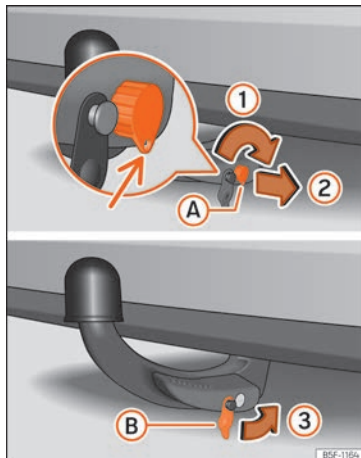

Fig. 175 Mise en place du crochet d'attelage.
- Tourner la clé d'un demi-tour vers la droite, jusqu'à ce que le trou de la clé soit orienté vers le bas » **fig. 175** (1).
- Retirez la clé (2).
- Placer le cache (B) dans la serrure (3) » **fig. 175** » **⓪**.